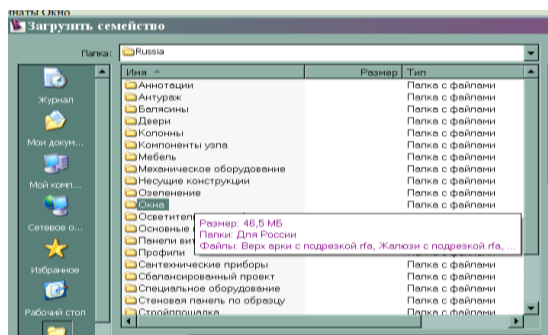
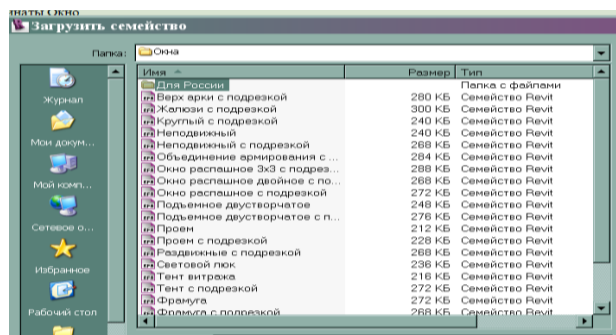

Рис. 47
Рис. 48
3. Для загрузки дополнительных типоразмеров окон из библиотеки Revit последовательно нажать **Режим** → **Загрузить семейство** → **Окна** → **Для России** → **ГОСТ 25097-2002** и выбрать необходимый тип окна (рис. 47, рис.48, рис.49, рис.50).